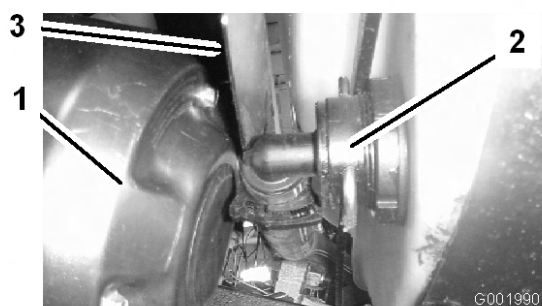

Figura 52
3. Desconecte la manguera situada en la cara delantera inferior del depósito (Figura 52).
Nota: Es posible que usted tenga que empujar hacia atrás el protector térmico (Figura 52) mientras retira la cubierta.
- Conecte la manguera a la parte delantera del depósito (Figura 52).